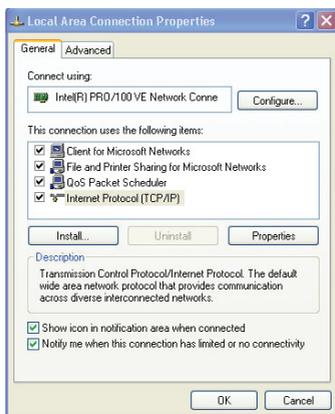

Рис. 19. Окно свойств локального подключения (Local Area Connection Properties)
5. Выберите протокол интернета (TCP/IP) и щелкните на кнопке **Properties (Свойства)** (см. рис. 19).